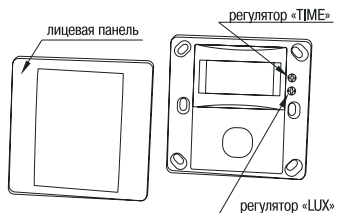

Рисунок 12 – Конструкция датчика движения ДД-029
- Снимите лицевую панель с основания датчика, поддев её отвёрткой с прямым шлицем (рисунок 12, рисунок 14, рисунок 15 для датчиков ДД-029, ДД-031 и ДД-035 соответственно).
Регуляторы порога срабатывания в зависимости от уровня освещённости LUX и выдержки времени включения датчика TIME находятся под лицевой панелью датчика (рисунок 12). Регулировка осуществляется с помощью отвёртки с прямым шлицем.